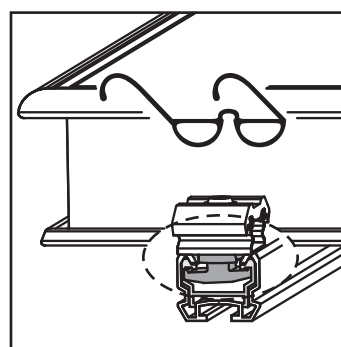

Bild 3-21 Position des unteren Klemmprofils prüfen
2. Position des unteren Klemmprofils prüfen (Bild 3-21).